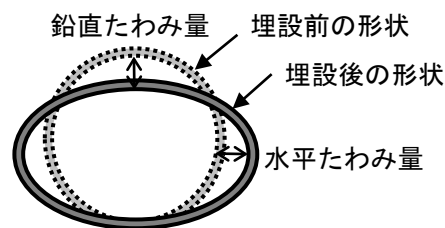

図1 たわみ量
- FRPM管は土圧を受けて変形しており、従来は全体の変形の程度（たわみ量：図1）を計測して、安全性を診断しています。